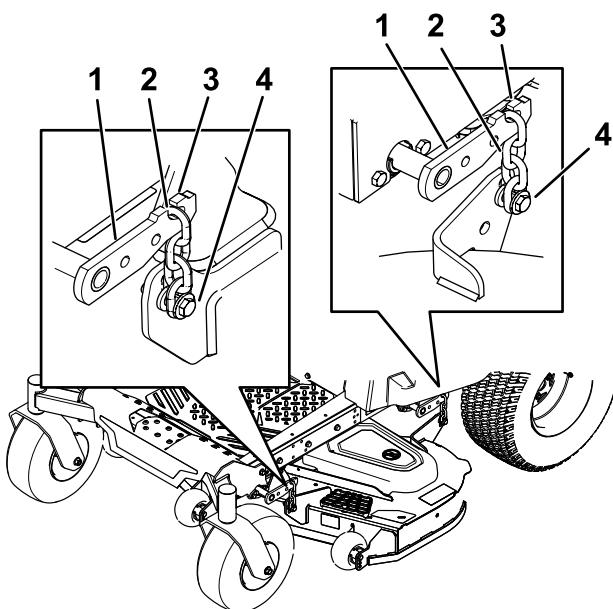

Figure 74
- Desserrez les boulons de réglage aux 4 coins de sorte que le plateau repose bien sur les 4 cales (Figure 74).
- Vérifiez que les 4 chaînes sont tendues (Figure 74).
- Resserrez les 4 boulons de réglage (Figure 74).